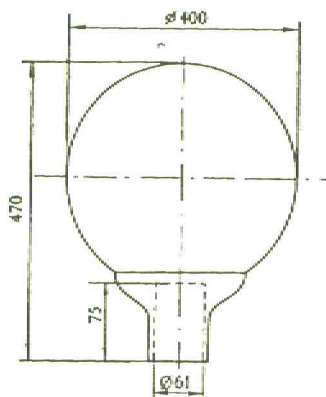

Рис. 1
1.1. Светильники выпускающие серии ЖТУ06-70-004 У1, ЖТУ06-70-005 У1 (рис.1) с разрядными лампами высокого давления предназначены для функционально-декоративного освещения скверов, парков, бульваров.